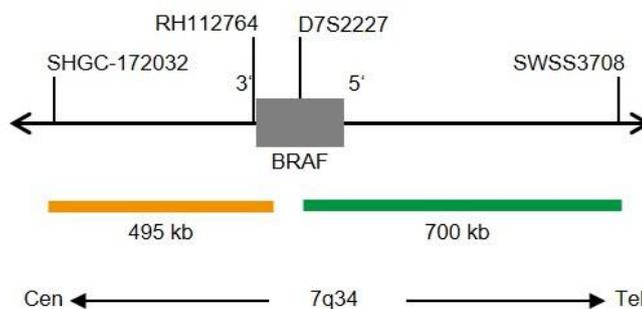

Fig. 1: Mappa della sonda SPEC BRAF (non in scala)
- Polinucleotidi (~10 ng/μl) marcati con ZyGreen (eccitazione 503 nm/emissione 528 nm), le cui sequenze target mappano in 7q34* (chr7:140,535,100-141,233,856) distali al punto di rottura di BRAF (vedere Fig. 1).
- Polinucleotidi (~4.5 ng/μl) marcati con ZyOrange (eccitazione 547 nm/emissione 572 nm), le cui sequenze target mappano in 7q34* (chr7:139,972,721-140,469,362) prossimali al punto di rottura di BRAF (vedere Fig. 1).